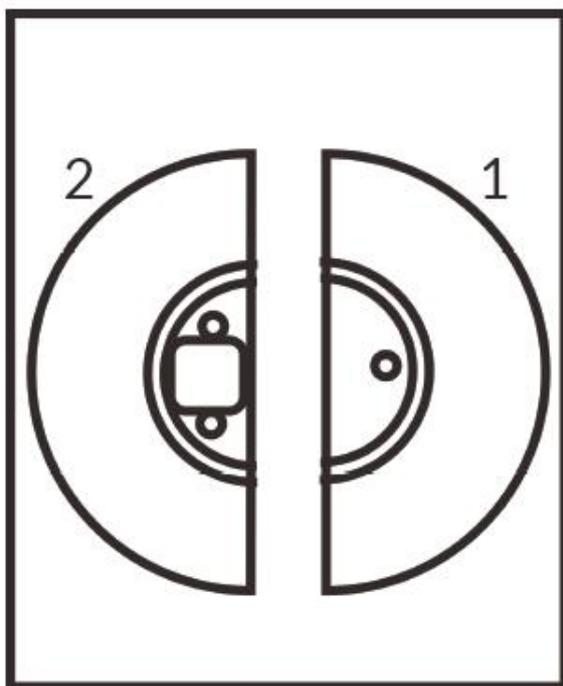

Fig. 1
- Renversez le ventilateur afin que vous puissiez voir le moteur (2) (voir fig. 1). Vous pouvez placer une couverture sur le sol pour éviter l'endommagement du boîtier.